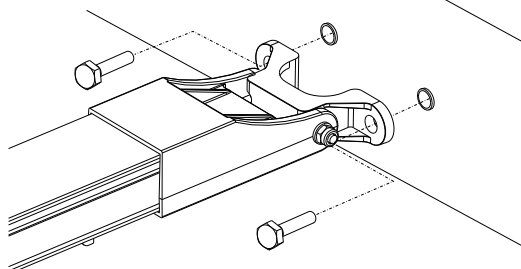

Fig. 8
- Assembler la bride d'ancrage au panneau de la porte ou la où nécessaire au mur avec des rivets et des chevilles (Fig. 8);